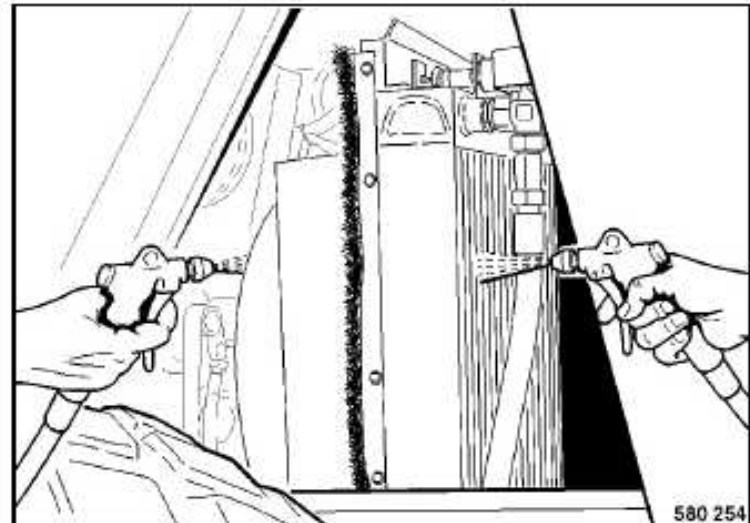

Fig. 115
- Limpiar las láminas del condensador (Fig. 115) con aire comprimido o con chorro de agua fría.